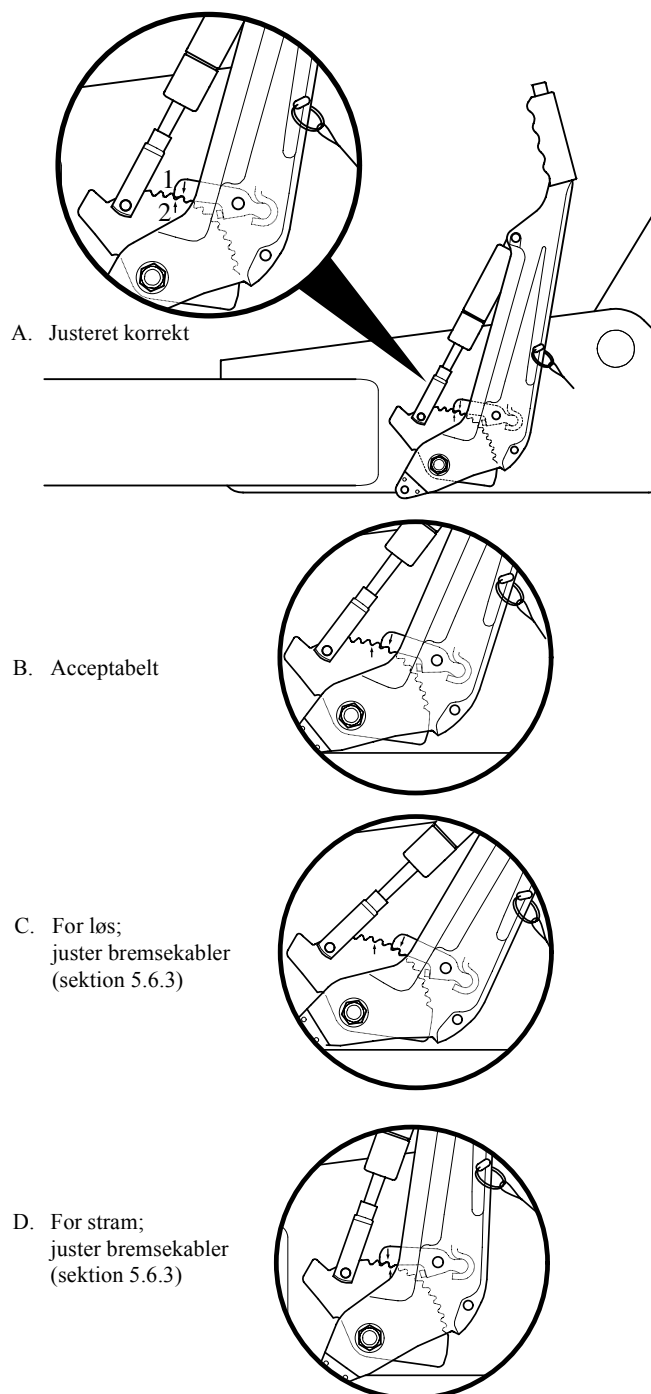

Fig. 5.5 Korrekt og forkert position af markeringer
5. Check positionen af pilemarkeringen "1" ved smæklåsen i kombination med pilemarkeringen "2" ved den tandede sektor, i henhold til Fig. 5.5 A,B,C,D.